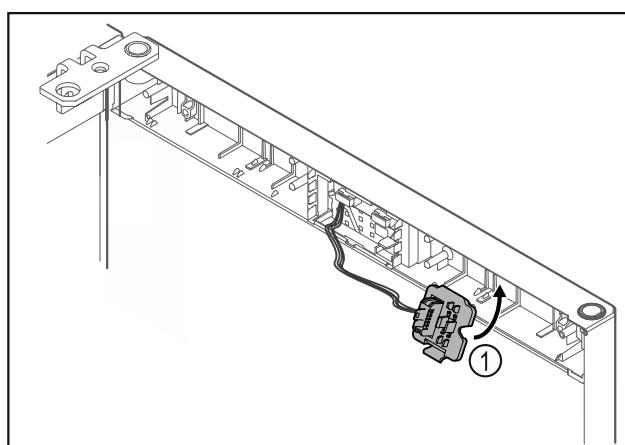

Fig. 19
► Задібкувати кріплення штекера *Fig. 19 (1)* на протилежній стороні.